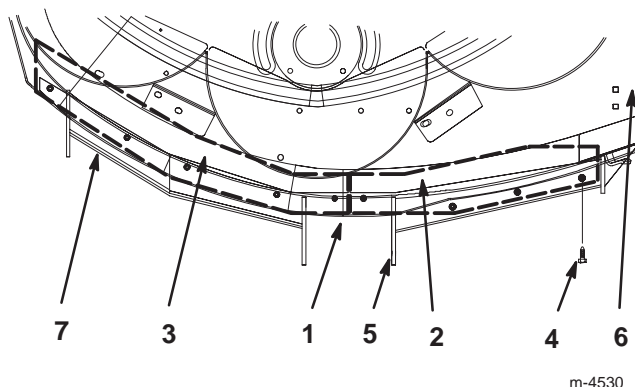

Bild 17
Note: Alle Öffnungen zur Montage der Mulch-Ablenkbleche sind gebohrt (Bild 17).
- Positionieren Sie die Ablenkbleche wie in Bild 17 dargestellt.
Note: Die Kanten der Ablenkbleche müssen in der Mitte zwischen den vorderen Rollenbügeln liegen (Bild 17).
- Setzen Sie die Schrauben ein und ziehen Sie sie fest (Bild 17).